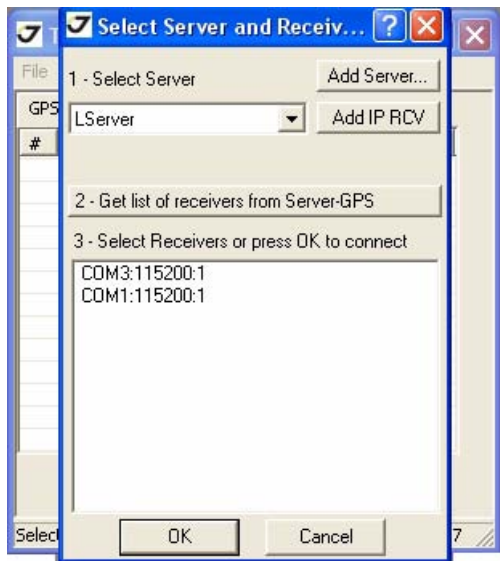

Рисунок 5-1. Параметры соединения
2. Запустите TriVU. Выберите порт (COM) и нажмите Ok (Рисунок 5-1).